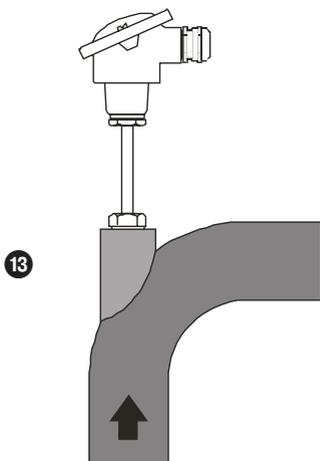
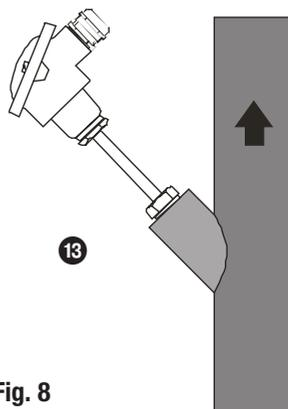

Fig. 7
Fig. 8
- En cas de montage du capteur de température dans des tuyauteries, veuillez souder le coude 13. Cela permet de garantir que la partie sensible à la température 2, 6 du capteur de température est immergée dans le fluide dans le sens inverse de l'écoulement. **Fig. 7 et Fig. 8**